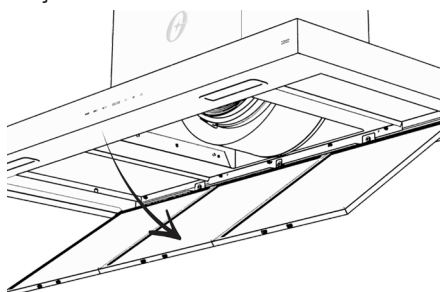

Figura 9
Desmontando os filtros: Retire um filtro de cada vez, segurando-o por baixo com uma das mãos e puxando a trava do filtro metálico (4) para trás [ver figura 9]. Para montá-lo, faça a operação inversa.